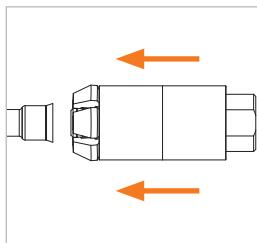
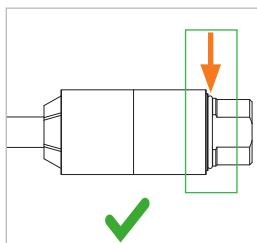

Abbildung 2
Abbildung 3
- ▶ Schieben Sie den Adapter an der Schiebehülse (Pos. 1) nach vorne auf den Prüfling auf (*Abbildung 2*). Der Adapter muss mit einem deutlichen hörbaren Klick einrasten. Der Sprengring muss sichtbar sein (*Abbildung 3*) und die Außenkanten des Spannzangenaußendurchmessers dürfen nicht mehr sichtbar sein (*Abbildung 4* und *Abbildung 5*). Das integrierte Absperrventil, falls vorhanden, wird durch das Anschließen des Adapters aufgedrückt.